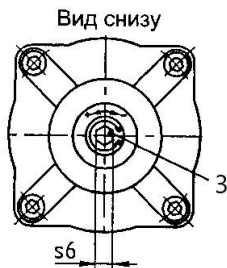

Рис. 4
8.2 «Малое горение» (см. рис. 4). Катушка клапана, отвечающая за «малое горение» (располагается снизу клапана), должна быть обесточена. Регулировка расхода газа на малом горении производится ручным регулятором на этой магнитной катушке (см. рис. 4). Поворачивая винт 3 в сторону знака «-» можно уменьшить количество проходящего через клапан газа. При повороте в сторону знака «+» - количество газа увеличивается.